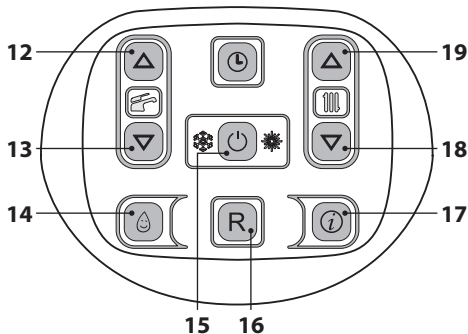
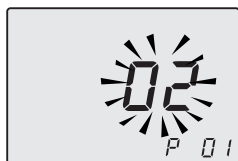
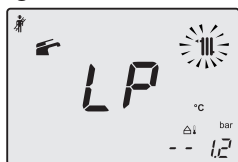

Figura 9.19
Figura 9.20
Figura 9.21
- Entrare in "modalità programmazione" premendo contemporaneamente per 10 secondi i tasti 15 - 18 - 19 (Figura 9.19) fino a far apparire sul display LCD le lettere **P01** e il valore del parametro, indicanti l'entrata nel "parametro 01" (Figura 9.20).
- Premere contemporaneamente i tasti 18 e 19 (Figura 9.19) fino a far apparire sul display LCD le lettere **LP** che si alternano con il valore di temperatura dell'acqua di riscaldamento (es.45), indicanti l'entrata nell'attivazione della "funzione spazzacamino" alla potenza minima (Figura 9.21).
- Premendo il tasto 19 (Figura 9.19) è possibile variare la potenza in modalità spazzacamino: con visualizzazione sul display LCD delle lettere **hP** che si alternano con il valore di temperatura dell'acqua di riscaldamento (es.32), siamo in "funzione spazzacamino" alla potenza minima in riscaldamento (Figura 9.22).
- Ripremendo contemporaneamente per 10 secondi i tasti 15 - 18 - 19 (Figura 9.19) si esce dalla "modalità spazzacamino" e si ritorna allo stato di caldaia precedentemente impostato (Figura 9.25).